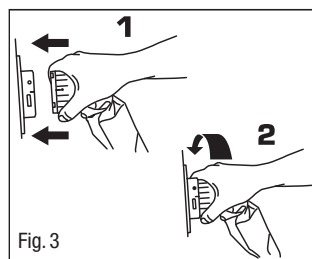

Fig. 3
5. Fest slangen for lufttilførsel til strømenheten ved å justere den svarte linjen på lufttilførselstilkoblingen med den svarte linjen på strømenhetstilkoblingen og dytte sammen. Roter madrassens slangetilkobling mot klokken til den grønne indikatoren fyller indikatorhullet på strømenhetstilkoblingen (Fig. 3).